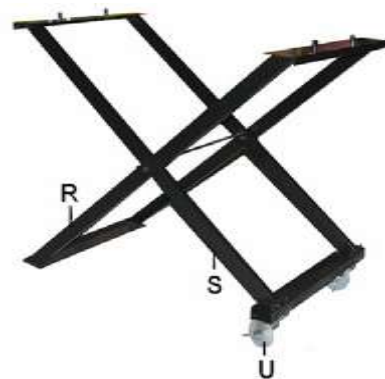

Рис. 3
Соберите основание, как указано на Рис.3, установите и закрепите на нем станину (1) плиткореза и зафиксируйте её при помощи двух болтов с квадратным подголовком и фиксирующих гаек (см. п.4). Для повышения устойчивости плиткореза при работе опорные ролики (U) основания фиксируются перемещением флажков.
- 9.2. Как показано на Рис.3, на консоли (27) установите и закрепите винтом (26) блок двигателя (25).